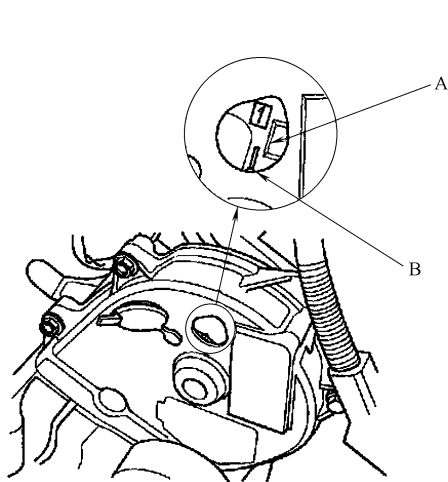

图 23-48 上止点标记 A 与指针 B 对齐
- 3) 检查凸轮轴带轮上的 1 缸上止点标记 A 是否与正时带前罩上的指针 B 对齐 (图 23-48)。如果标记没有对齐, 则将曲轴转动 360° , 重新检查凸轮轴带轮上的标记。